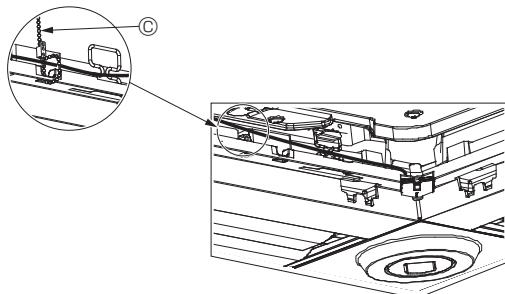

Fig. 5-13
- Fastgør i-See-sensoren og signalmodtageren til panelet som vist i diagrammet, så der ikke er slæk i ledningerne, og skær derefter den overskydende ende af beslaget. (Fig. 5-13)
- Hvis placeringen af i-See-sensoren er ændret fra position "○" (E) til position "□" (F), skal kontaktindstillingerne ændres. (Se side 146).